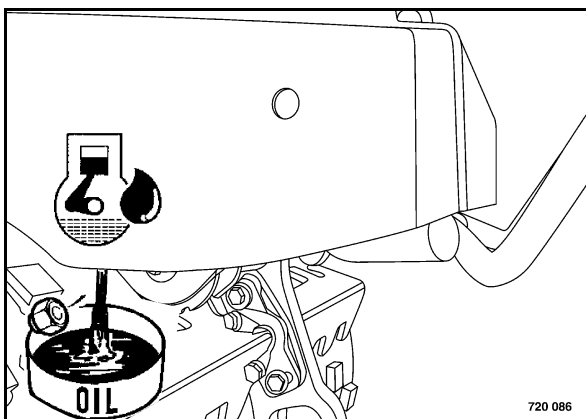

Рис. 93
- Выкрутить сливную пробку (Рис. 93) и собрать вытекающее масло.